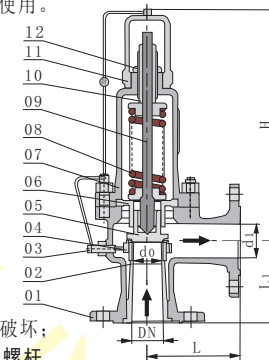

图2
- 1、开启压力已经调整好的安全阀,若回座压力及排放压力不符合要求,则可利用改变调节圈04[见图2]的位置来调整,调节圈有单调节圈和双调节圈之分;